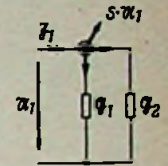

Bild 11b. Zur Berechnung von  $Y_3$  für die GB-Schaltung
$$Y_3 = -(S + G_2) \quad \text{(Bild 11b)} \quad (15)$$